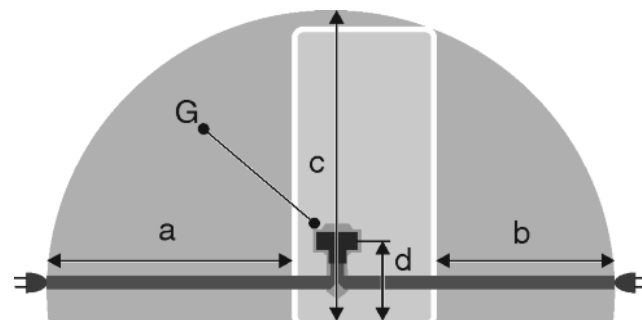

Fig. 25
- Utičnica se nalazi izvan područja bočne strane uređaja u navedenom području *Fig. 25 (a, b, c)*.
- Utikač uređaja *Fig. 25 (G)* utaknite na stražnju stranu uređaja. Pripazite da ispravno uskoči.